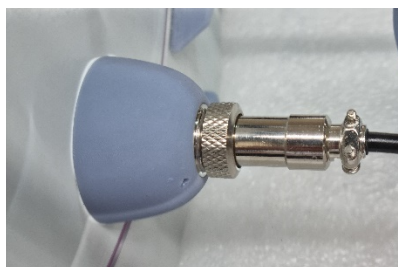

Рисунок 15 – Подключение кабеля с разъемами для подключения ИВА-6Н(А) к электрическому разъему внутри барокамеры.
9.1.4. Подключите кабель с разъемами для подключения ИВА-6Н(А) к электрическому разъему внутри барокамеры (Рисунок 15).